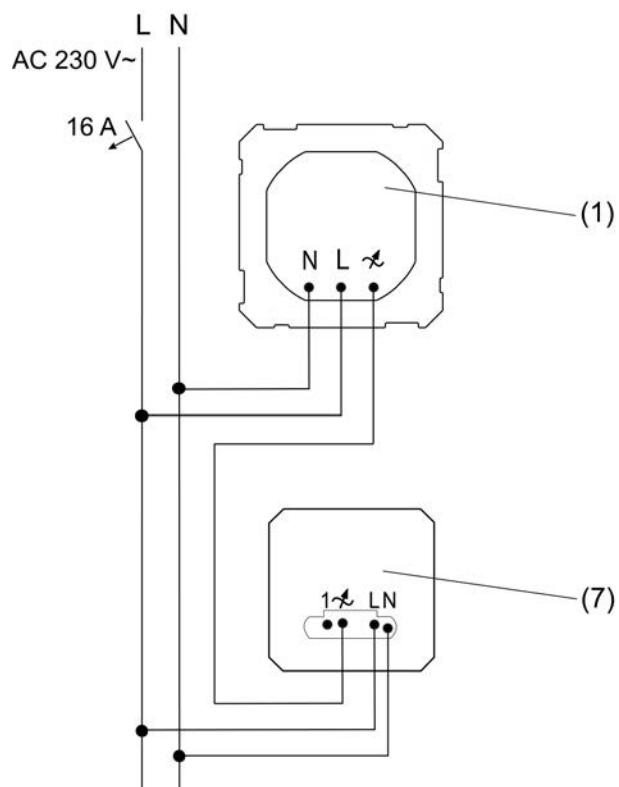
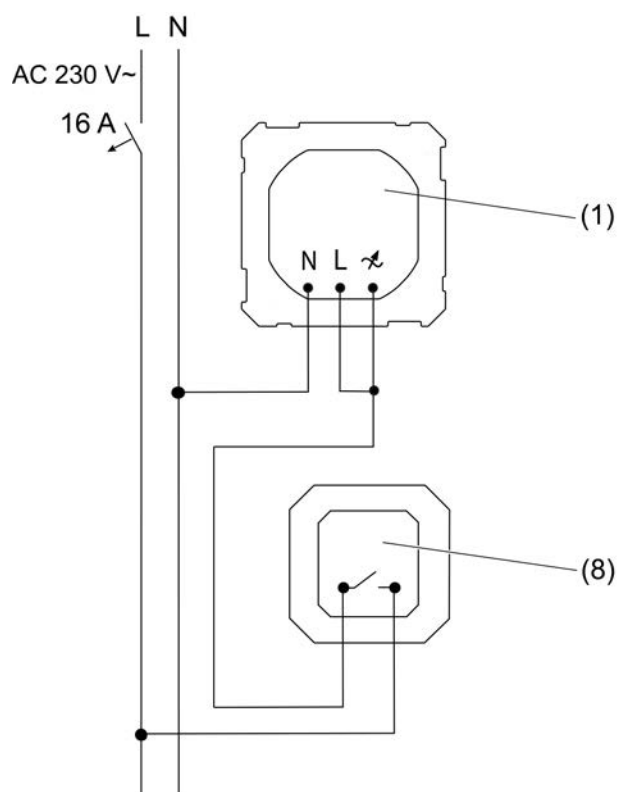

рисунок 3: Для осветительных насадок с регулированием яркости: схема подключения для трехпроводного светодиодного регулятора яркости (7)
рисунок 4: Для осветительных насадок без регулирования яркости: схема подключения для переключающей вставки (8)
- Светодиодный регулятор света с трехпроводным подключением (7) (рисунок 3)
- Подключение вставки Plug & Light для скрытого монтажа розетки (1) для насадок с регулируемой яркостью выполняется согласно следующей схеме подключения:
- Переключающая вставка (8) (рисунок 4)